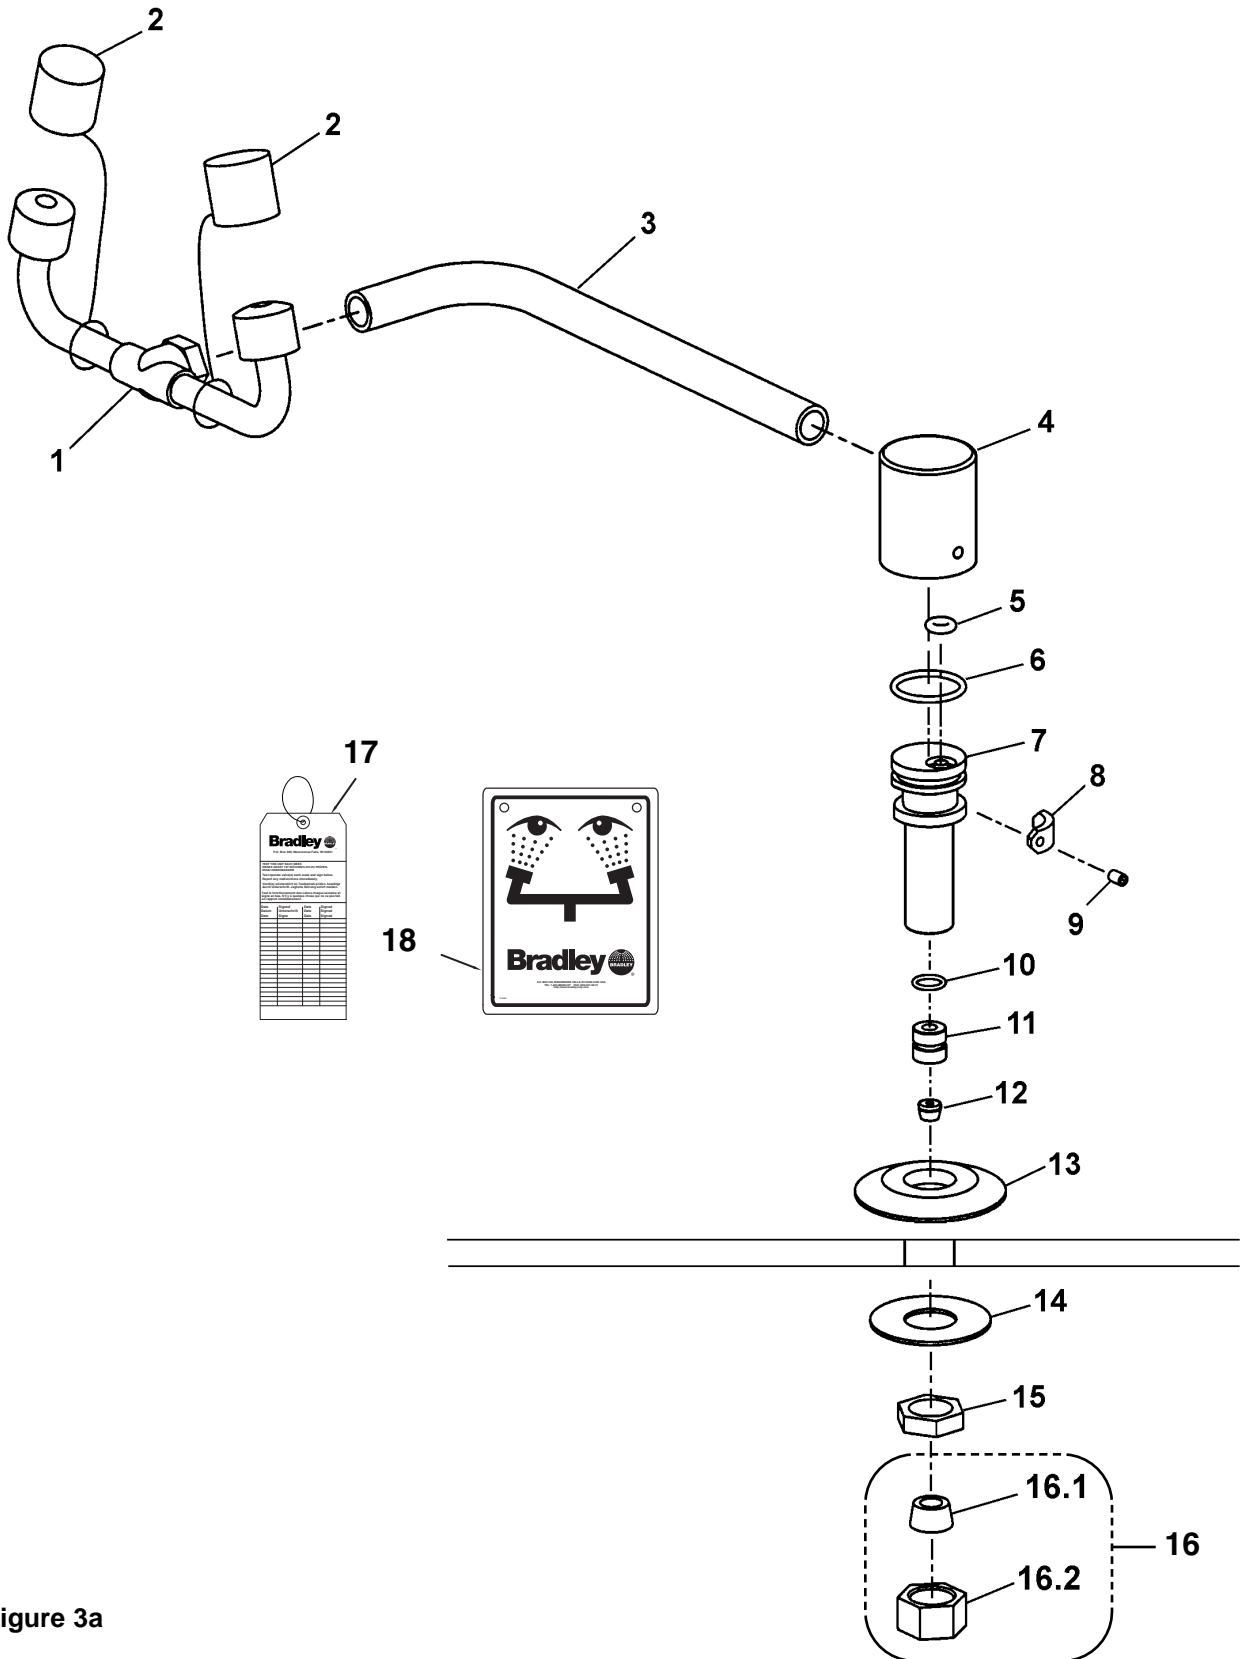

Figure 3a
2. Secure assembled unit to the deck with nut and washer provided as shown in Figure 3a on page 5 or Figure 3b on page 6.
1. **For Model S19-270C:** Connect the water supply using 1/4" nominal (3/8" O.D.) copper tubing (supplied by installer), seal washer, and nut provided (see Figure 3a).
2. Fixer l'unité au comptoir à l'aide de l'écrou et de la rondelle fournis, tel qu'indiqué dans la Figure 3a (page 10) ou 3b (page 11).
1. **Pour les Modèle S19-270C:** Brancher l'approvisionnement en eau avec un tuyau de cuivre [diam. int. : 6,4 mm / 1/4" ; diam. ext. : 9,6 mm / 3/8" (fourni par l'installateur)], à l'aide de l'écrou et de la rondelle fournis (voir Figure 3a).